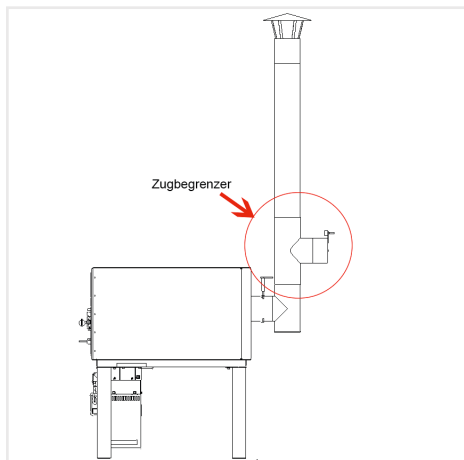
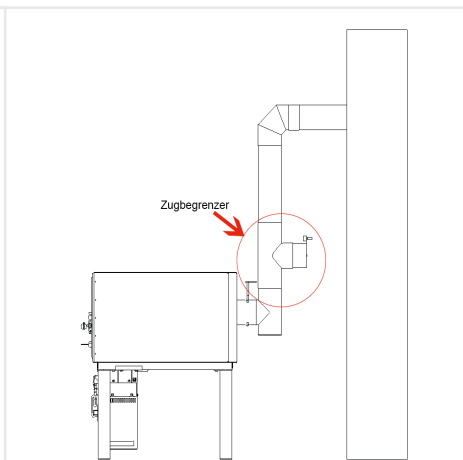

Abb. 2: Anschluss an freien Kamin
Abb. 3: Anschluss an festen Schornstein
- i** Beim Anschluss der Feuerstätte ist der Einbau eines Zugbegrenzers **immer** erforderlich! Dabei ist egal ob der Ofen an einen *freien Kamin* (Abb. 2) oder an einen festen *Schornstein* (Abb. 3) angeschlossen wird.